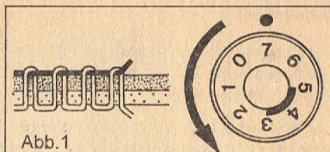

Abb. 1
Zum Auslösen des Handrades drücken Sie mit dem Zeigefinger auf das Spulensymbol der Handradscheibe (siehe Abb. 1). Dadurch wird das Nähwerk der Maschine abgeschaltet.
Faden etwa 10 cm von der Spule abwickeln. Spulenkapsel in die linke Hand nehmen und die Spule in die Kapsel einlegen (siehe Abb. 1).
Bedienungsknopf etwas nach links drehen (siehe Abb. 1)
1. Presserdruck-Auslösung nach unten drücken, wodurch der Presserdruck-Einstellstift nach oben springt (Abb. 1).